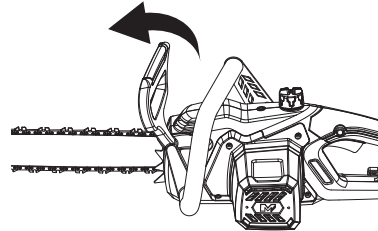
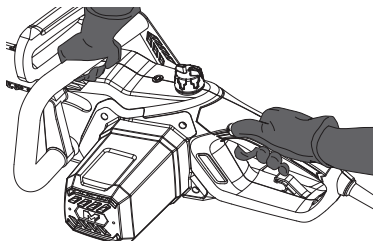

Fig. 17
Fig. 18
Quando o travão da corrente (2) se encontra na posição engatada, o funcionamento da corrente é interrompido assim que o travão da corrente é ativado (Fig. 17).
1. Certifique-se de que o travão da corrente (2) está desengatado. Desengate o travão da corrente (2), puxando-o para trás na direção da pega dianteira (1) (Fig. 17).
2. Coloque o produto em qualquer superfície plana adequada, certifique-se de que a corrente (3) não está a tocar na superfície ou noutros objetos e ligue-o à fonte de alimentação conforme descrito.
3. Agarre a pega dianteira (1) com a mão esquerda. O polegar e os dedos devem envolver a pega. Agarre a pega traseira (12) com a mão direita. O polegar e os dedos devem envolver a pega (Fig. 18).